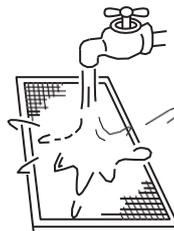

Fig. 2
- Lorsque vous utilisez de l'eau, le côté de l'entrée d'air doit être orienté vers le bas (voir Fig. 2).